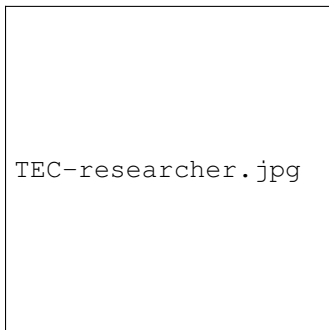

Figura 1: Componente gráfico 1
- **Nombre del Componente 1:** Breve descripción y fuente. Se debe hacer referencia a su imagen correspondiente en la Figura 1